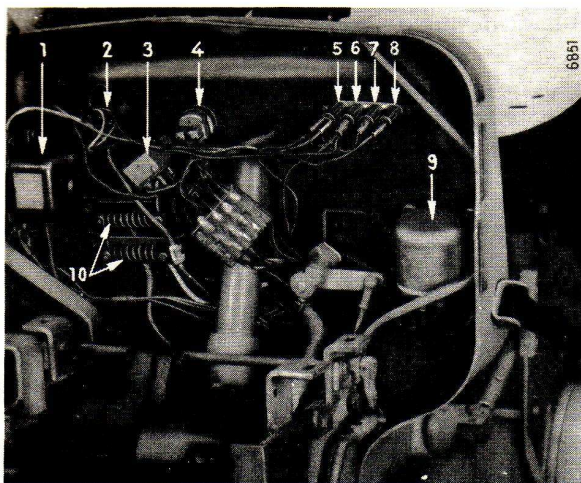

Fig. 72
Le régulateur de tension (1) fig. 72, monté à l'arrière du tableau de bord, détermine le débit de la génératrice en fonction de l'état de charge de la batterie. Lorsque vous raccordez les fils reliant la génératrice au régulateur de tension, assurez-vous que les jonctions aux bornes D (+), D (-) et DF correspondent bien.